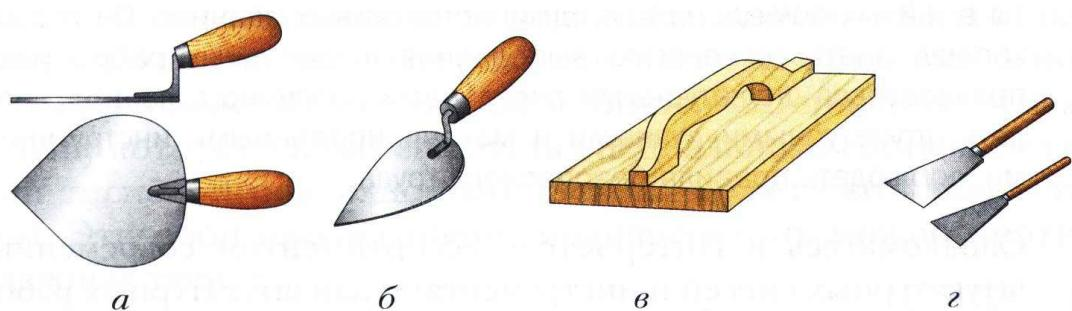

Рис. 81. Инструменты для выполнения штукатурных работ: а – штукатурная лопатка; б – отрезовка; в – тёрка; г – скребки
Для штукатурных работ применяют самые простые инструменты. Их можно купить или изготовить своими руками (рис. 81).
*Штукатурную лопатку* (рис. 81, а) применяют для отмеривания и перемешивания материалов и растворов, распределения раствора на поверхности, его разравнивания и заглаживания. Отрезовка (рис. 81, б) – лопаточка небольших размеров, удобная для мелких ремонтных работ. *Тёрка* (рис. 81, в), изготовленная из древесины хвойных пород, служит для затирки штукатурки. *Скребками* (рис. 81, г) счищают старую краску и обои.